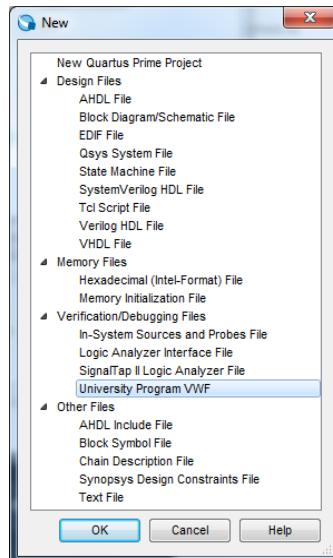

Figura 37 – Seleção do tipo de ficheiro a criar (University Program VWF).
**7.** Simule o comportamento da porta lógica que acabou de descrever, criando para tal um ficheiro VWF (menu “File→New”) (Figura 37).